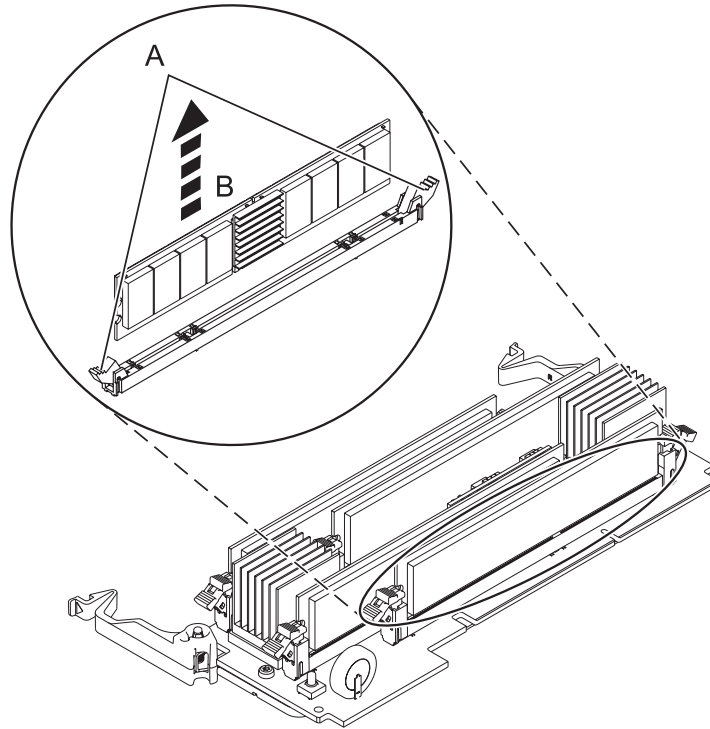

Figure 10. Retrait d'un module de mémoire
9. Retirez le module de mémoire comme suit. Déverrouillez le module de mémoire en poussant sur les taquets de verrouillage (A) afin de les mettre en position ouverte, comme indiqué dans la figure 10, à la page 22. Soulevez le module de mémoire (B) pour le sortir du connecteur. La pression exercée sur les taquets force le module à sortir du connecteur.